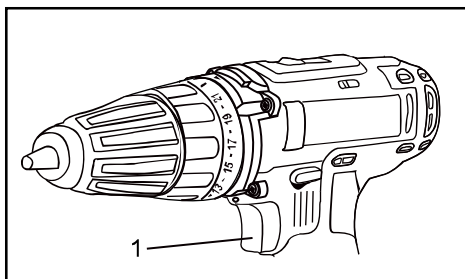

Рис.6
Шуруповёрт оснащен кнопкой включения (1) с плавной регулировкой числа оборотов. Медленное вращение происходит при легком нажатии на кнопку и увеличивается при более сильном нажатии (Рис. 6).